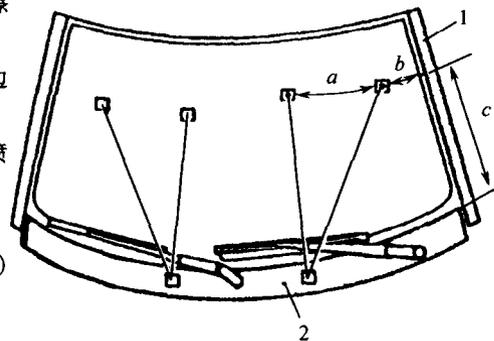

图 1-5 风窗刮水的调整
(1) 用记号笔在风挡玻璃上做上四点标记(标记应可擦掉),如图 1-5 所示。
调整尺寸是从风挡玻璃密封条 1(如图 1-5 所示)的边缘和压力舱附加护板 2 测量的。